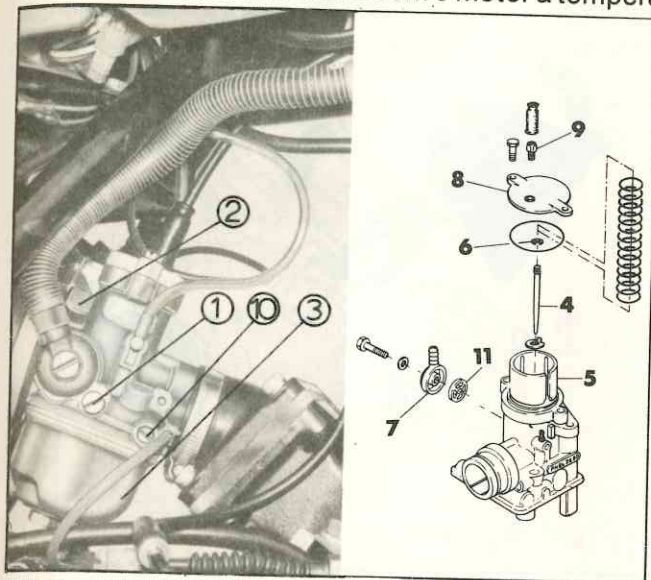

FIG. 9 — CARBURADOR
### Carburador (Fig. 9)
tura de funcionamento, atuar no parafuso (1) (fig. 9) para a regulação da rotação no mínimo: girando no sentido horário a rotação aumenta, em sentido contrário, a rotação diminui.
Um dos filtros do combustível está colocado entre a tampa (7 - fig. 9) e o corpo do carburador.